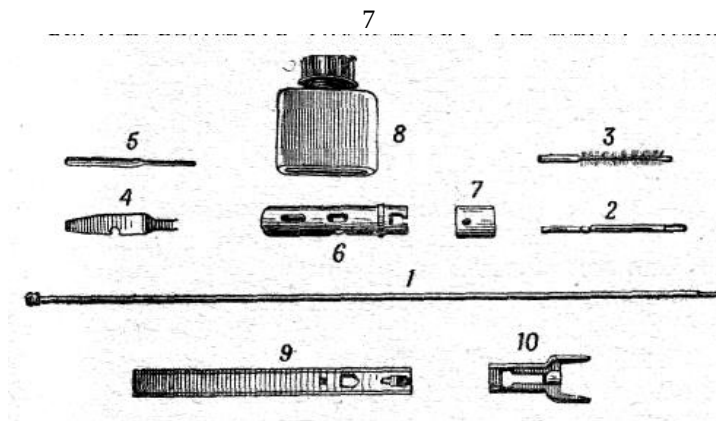

Рис. 7. Принадлежность:
5) **Отделить крышку ствольной коробки.**левой рукой обхватить шейку приклада, большим пальцем этой руки нажать на выступ направляющего стержня возвратного механизма, правой рукой приподнять вверх заднюю часть крышки ствольной коробки (рис. 7) и отделить крышку.